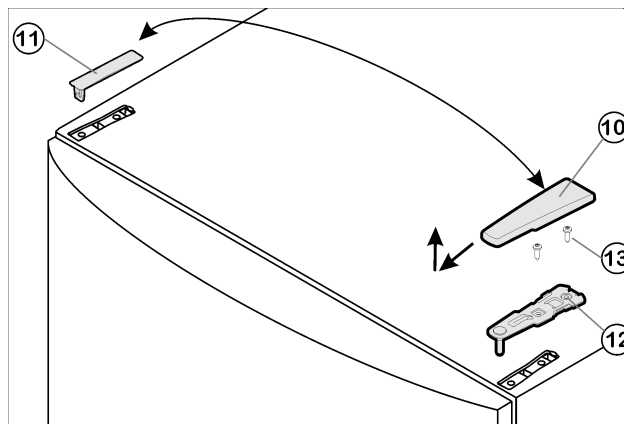

Fig. 4
- ▶ Відведіть кришку Fig. 4 (10) вперед і вгору.
- ▶ Зніміть кришку Fig. 4 (11).
- ▶ Викрутіть верхній опорний кронштейн Fig. 4 (12) (2 шт. Torx® 25) Fig. 4 (13) і відведіть вгору.
- ▶ Встановіть верхній опорний кронштейн Fig. 4 (12) в дверцята на новий бік шарніра.
- ▶ Пригвинтіть верхній опорний кронштейн Fig. 4 (12) (з моментом 4 Нм) гвинтами (2 шт. Torx® 25) Fig. 4 (13). Попередньо зробіть отвори для гвинтів або використовуйте викрутку з акумулятором.
- ▶ Кришку Fig. 4 (10) та кришку Fig. 4 (11) зафіксуйте з протилежного боку.